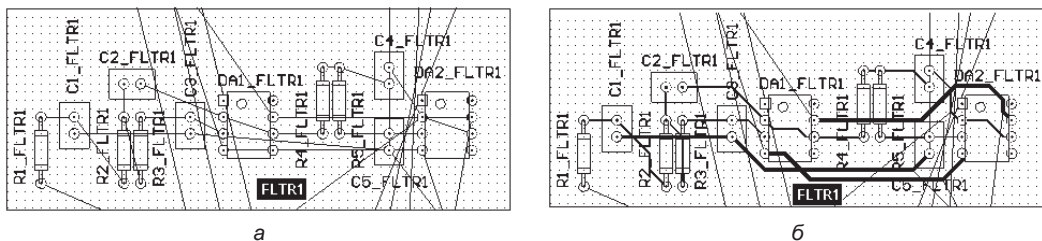

Рис. 6.53. Размещение компонентов (а) и трассировка соединений (б) канала
- Указать курсором на область **Room** одного из каналов, перевести ее щелчком левой кнопки мыши в режим выделения, за «прищепки» изменить форму и размеры области и выполнить в ее пределах размещение компонентов канала (рис. 6.53, а).
- Выполнить ручную интерактивную трассировку или автотрассировку печатного монтажа для выбранного канала. Результат показан на рис. 6.53, б.